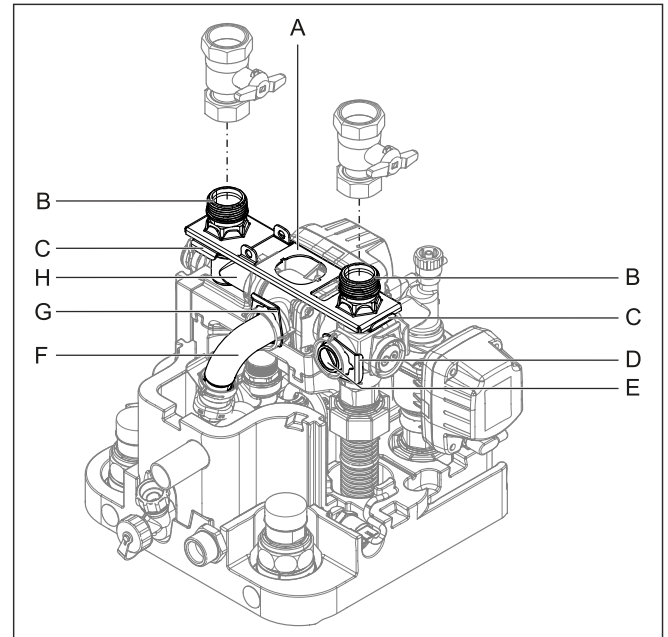
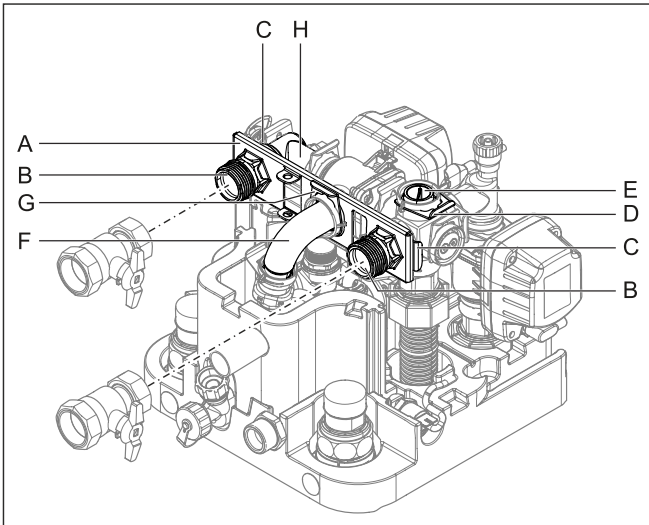

Bild 4-20 Anschlüsse Heizungsvor- und -rücklauf nach oben ausgerichtet
Bild 4-22 Anschlüsse Heizungs- vor- und -rücklauf nach hinten ausgerichtet
Wir empfehlen die Verwendung der zugehörigen LAS-Bausätze (siehe Bild 4-20). Sie erfüllen alle Anforderungen und sind zudem mit besonders säurebeständigen Dichtungen ausgestattet.
- 2 Beide Steckbügel der Anschlusskupplungen (Bild 4-20, Pos. C) abziehen.
- 3 Beide Anschlusskupplungen (Bild 4-20, Pos. B) abziehen.
- 4 Halteblech (Bild 4-20, Pos. A) abnehmen.
- 5 Steckbügel des Verschlussstopfens (Bild 4-20, Pos. D) abziehen.
- 6 Verschlussstopfen (Bild 4-20, Pos. E) herausziehen.
- 7 Winkelstück (Bild 4-20, Pos. H) um 90° nach hinten drehen.
- 8 Steckbügel des Krümmers (Bild 4-20, Pos. G) abziehen.
- 9 Krümmer (Bild 4-20, Pos. F) vorsichtig so weit nach hinten aus seiner horizontalen Aufnahme ziehen, dass das Halblech (Bild 4-22, Pos. A) senkrecht dazwischengeschoben werden kann.
- 10 Halblech zwischen den Krümmer und seine horizontale Aufnahme schieben und Krümmer (Bild 4-22, Pos. F) durch das mittlere Loch des Halblechs wieder in seine Aufnahme stecken.
- 11 Krümmer mit Steckbügel (Bild 4-22, Pos. G) wieder in seiner Aufnahme sichern.
- 12 Beide Anschlusskupplungen (Bild 4-22, Pos. B) durch das Halblech in die seitlichen Aufnahmen stecken.
- 13 Beide Anschlusskupplungen mit Steckbügeln (Bild 4-22, Pos. C) in ihren Aufnahmen sichern.
- 14 Verschlussstopfen (Bild 4-22, Pos. E) in die obere Aufnahme stecken.
- 15 Verschlussstopfen mit Steckbügel (Bild 4-22, Pos. D) sichern.